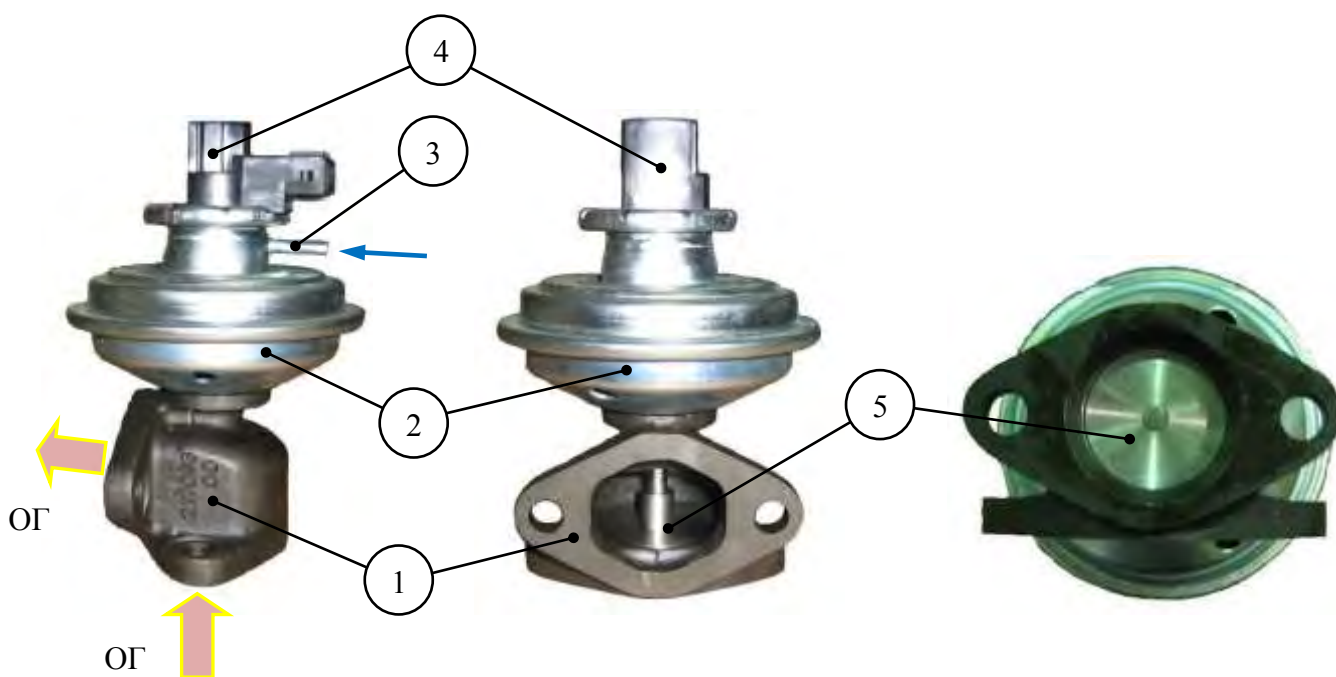

Рис.67. Внешний вид клапана рециркуляции отработавших газов (КРОГ):
**Клапан рециркуляции отработавших газов (КРОГ)** (рис.67) пневматический с датчиком положения штока ф.PIERBURG. КРОГ регулирует расход рециркулируемых газов. Регулирование осуществляется путем подачи в пневмокамеру КРОГ разрежения соответствующей величины от электропневматического преобразователя давления (модулятора).